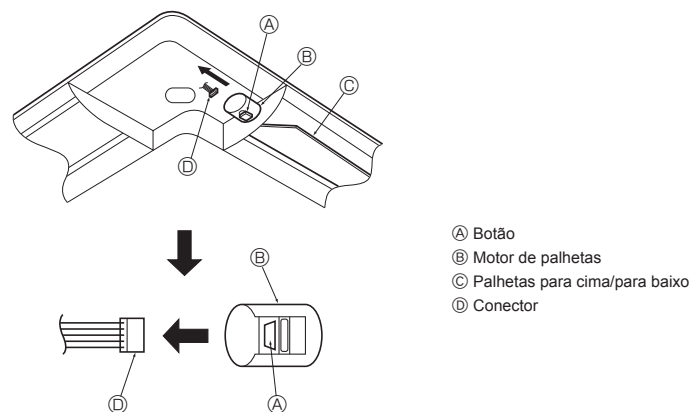

Fig. 8-9
8.4. Bloqueio da direcção do fluxo de ar para cima/para baixo (Fig. 8-9)